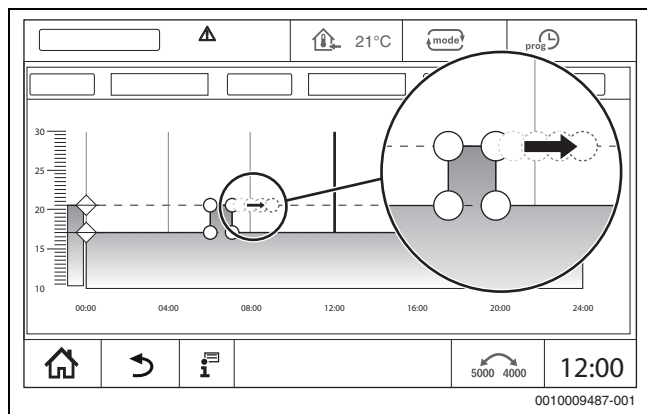

Fig. 25 Deplasarea punctelor de comutare
- ▶ Apăsăți punctul de comutare (→ fig. 25) mențineți-l apăsat timp de o secundă și deplasați-l către ora dorită.